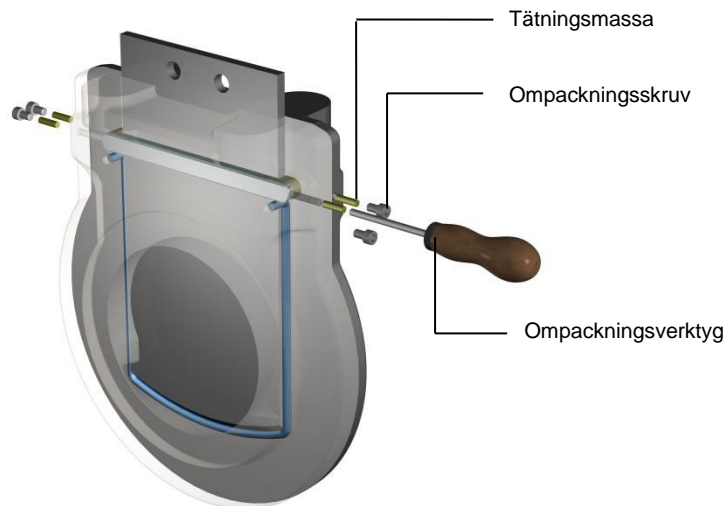

Fig. 7
För det mesta räcker det med att dra åt de fyra (4) packskruvorna på sidan med 1-2 varv. Om läckaget inte upphört (efter att packskruvorna dragits åt helt) ta då bort skruvorna från ventilhuset (fig. 7)